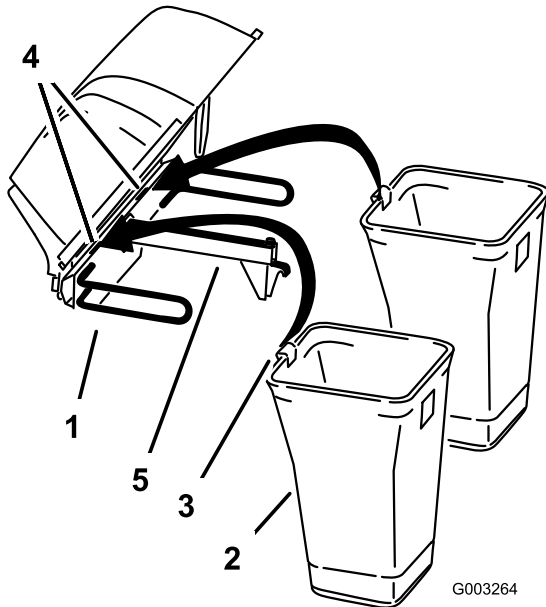
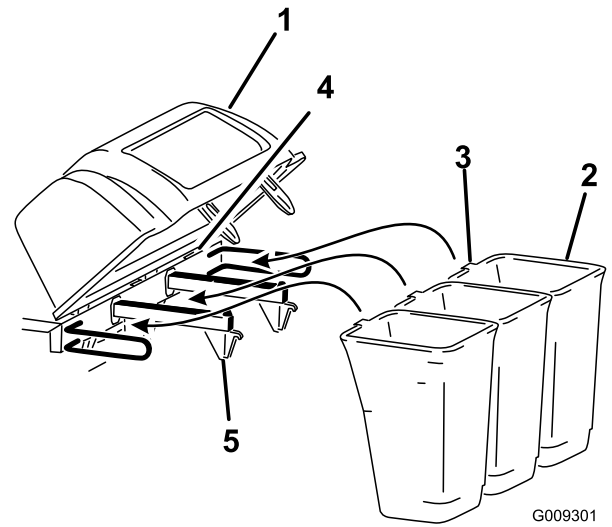

Figure 9
Figure 10
6. Insérez la languette du bac dans le cran du capot (Figure 9 ou Figure 10).